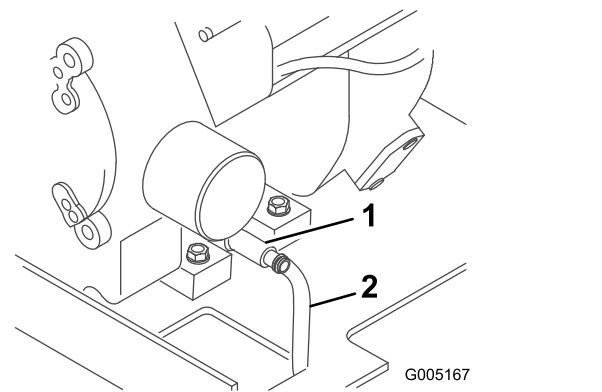

Bild 24
- Stecken Sie ein Ende des Schlauchs auf das Ablassventil und das andere Ende in eine Wanne (Bild 24).
- Öffnen Sie das Ablassventil durch drehen gegen den Uhrzeigersinn und gleichzeitiges herausziehen (Bild 24).